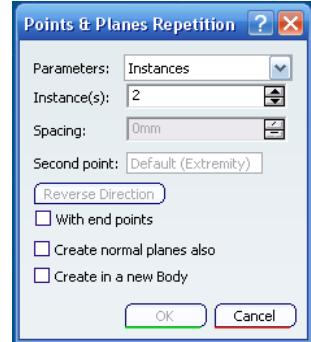

Ilustración 366: Definición de repetición de puntos y planos.
**Point and planes repetition (Repetición de puntos y planos).** Para poder usar esta opción se necesita que se haya creado una curva. Esta herramienta crear varios puntos y los planos a la vez. La ventana de definición es la mostrada en la Ilustración 366.